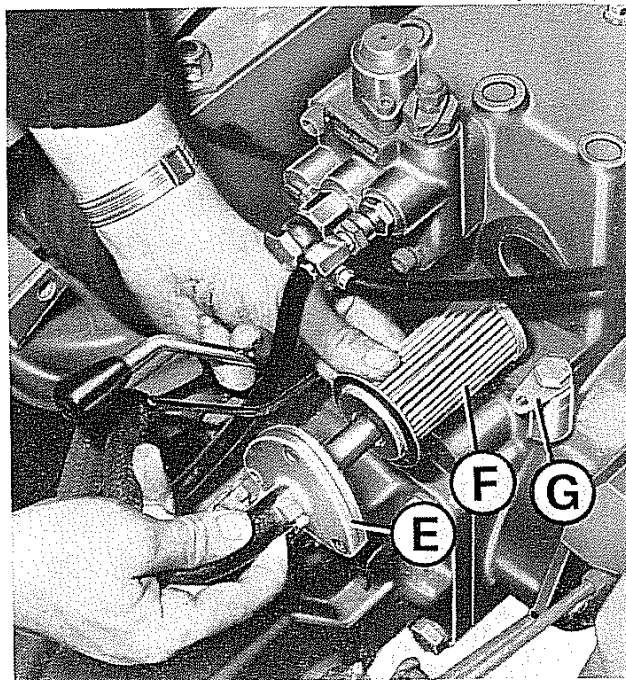

Fig. 85 - Pulizia filtro olio idraulico
- Ribaltare il sedile liberando l'apposito tirante dal lamierino **G** (Fig. 85).
- Togliere il coperchio **E** (Fig. 85) e sfilare il filtro **F** (Fig. 85).